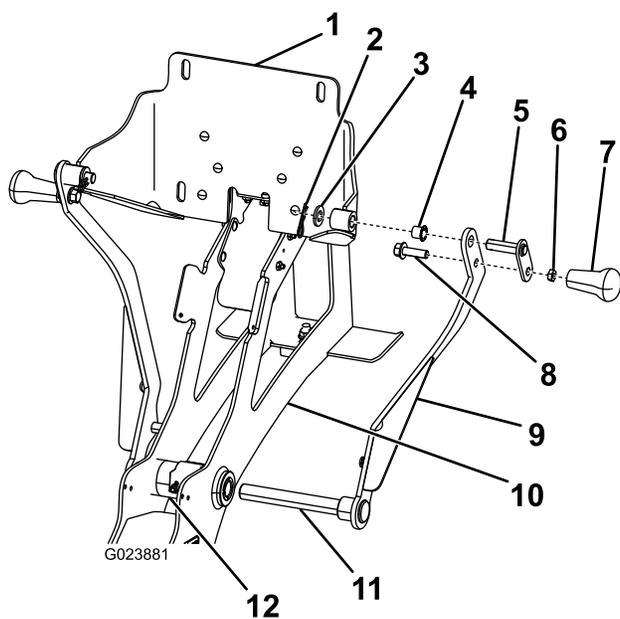

Figura 5
8. Insira o eixo do braço da cavidade direita através do veio da dobradiça (Figura 5).
13. Prenda o manípulo à parte de trás da placa utilizando uma anilha de cabeça plana e gancho como se mostra em Figura 5.